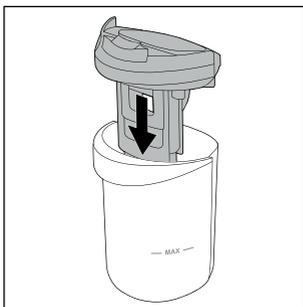

Fig. 29
- ◆ Riapplicare il coperchio del contenitore dell'acqua sporca **9** al contenitore dell'acqua sporca **2** (vedere fig. 29).